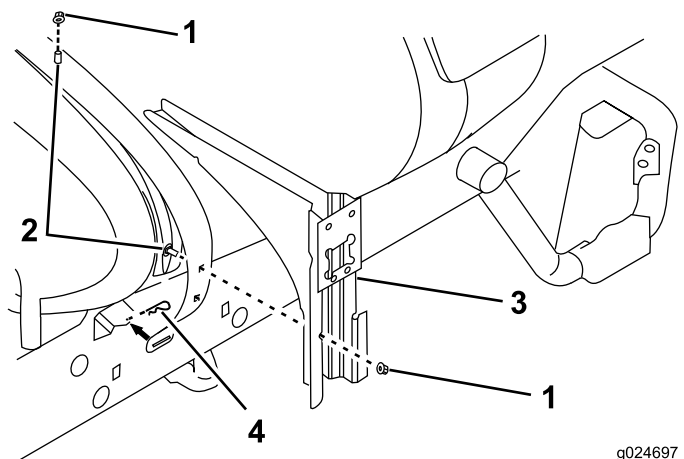

Figura 20
2. Installate 1 bullone a testa tonda (3/8 x 1 poll.) nei fori superiori interni della fascia posteriore destra del serbatoio (Figura 20).
3. Installate 1 bullone a testa tonda (3/8 x 1 poll.) nei fori inferiori esterni della fascia posteriore destra del serbatoio (Figura 20).
5. Montate il supporto della valvola sui 2 bulloni a testa tonda (3/8 x 1 poll.) con 2 dadi di bloccaggio flangiati (Figura 20).